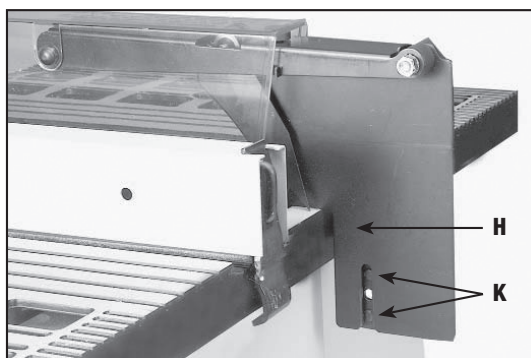

Fig. 13
5. Posicione o separador (H) Fig. 13 no suporte, certificando-se que os dois pinos (K) no suporte do separador se encaixem na fenda do separador (H).